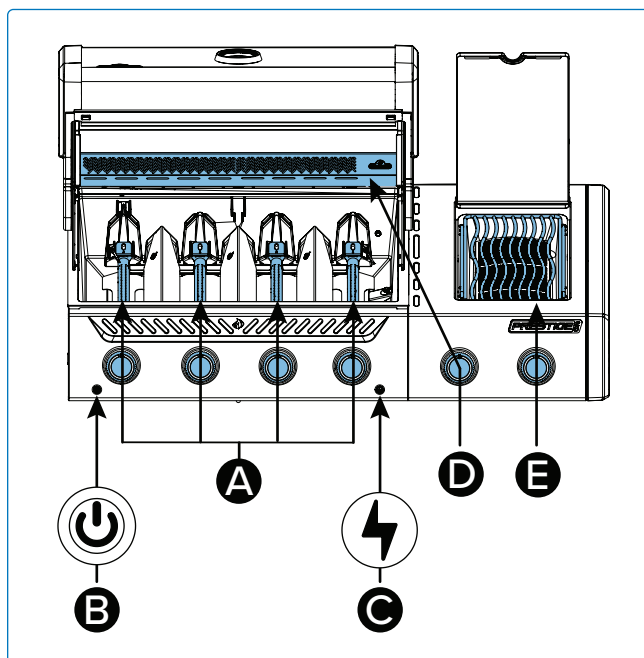

Fig. 6
5. Si el quemador no se enciende, gire la perilla de control del quemador en sentido horario a la posición de APAGADO. Espere 5 minutos. Repita los pasos 3 y 4. (**Fig. 6**).